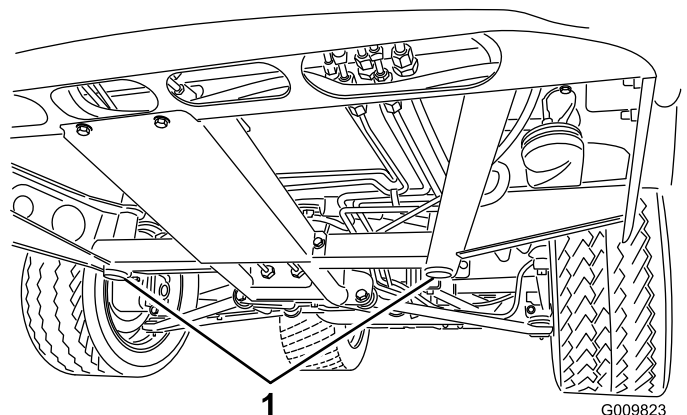
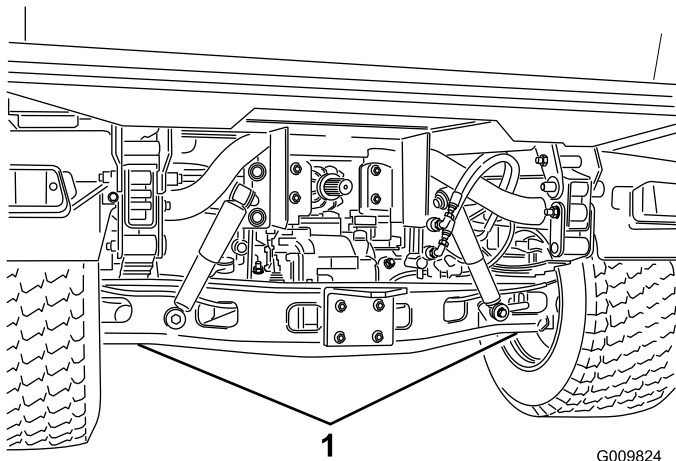

Bild 36
Bild 37
- Die Hebestelle vorne an der Maschine befindet sich unter der vorderen mittleren Rahmenstütze (Bild 36) und hinten unter der Achse (Bild 37).